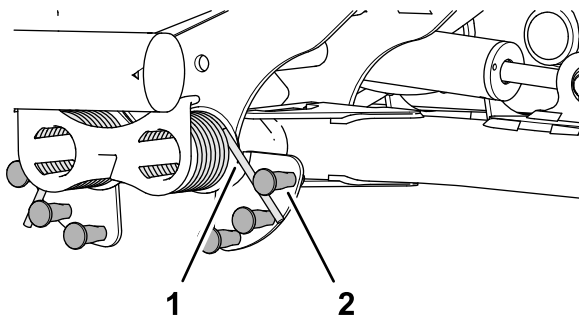

Bild 52
2. Stecken Sie das lange Ende der Gegengewichtsfeder in ein Rohr oder einen ähnlichen Gegenstand und schwenken Sie die Feder um den abgesetzten Bolzen in die gewünschte Position (Bild 52).